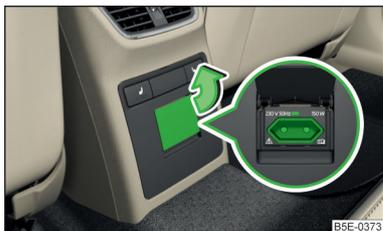

Abb. 95
- Die Abdeckung der Steckdose in Pfeilrichtung aufklappen » Abb. 95.